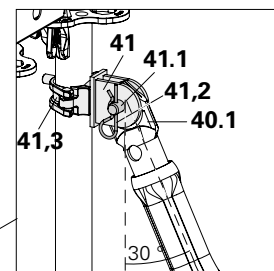

Fig. A4.01a
1. Assicurare e posizionare la giunzione (41.3) dell'attacco dei puntelli di stabilizzazione (41) sul montante dell'impalcatura a torre. (Fig. A4.01a)
2. Inserire la staffa (40.1) del puntello di stabilizzazione (40) tra le staffe dell'attacco dei puntelli di stabilizzazione.
3. Fissare il puntello di stabilizzazione con perno (41.1) e inserto a molla (41.2) all'attacco del puntello di stabilizzazione. (Fig. A4.01a)
4. Fissare la piastra base (42) a terra con la vite di ancoraggio (43).